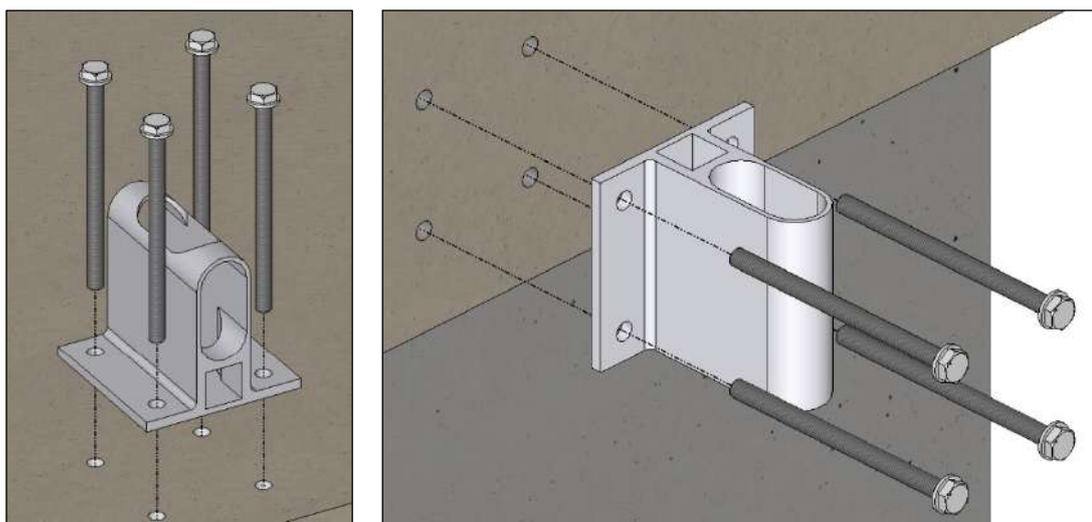

Fig. 9 – Fijación pie montante. A la izquierda fijación a suelo y a la derecha a pared.
5. Vuelva a colocar el pie del montante y fije la base del pie montante a la estructura, *fig. 9*.